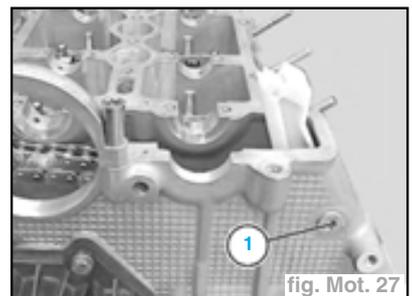
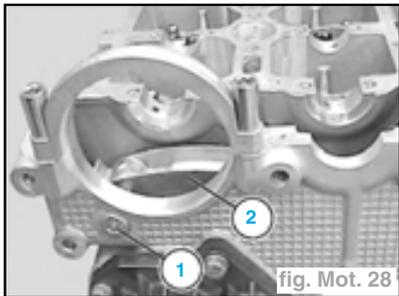

fig. Mot. 27
fig. Mot. 28
- la vis pivot de la glissière (1) (fig. Mot. 27),
- la vis pivot (1) du guide tendeur,
- le guide tendeur (2) en le tirant vers le haut (fig. Mot. 28),
- Mettre en place une nouvelle vis pivot (1) et la serrer au couple (filetage avec un revêtement spécial) (fig. Mot. 27).
- Insérer le guide (2) vers le bas et le fixer avec la vis pivot (1) et la serrer au couple (filetage avec un revêtement spécial) (fig. Mot. 28).